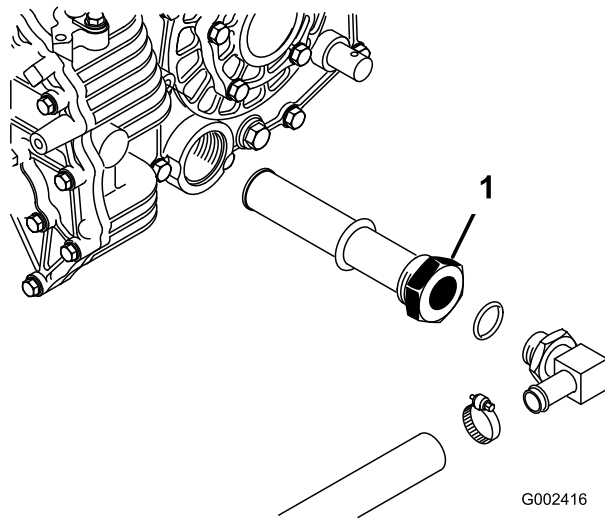

図 71
5. タンク側面のストレーナについている油圧ホースと90°フィッティングの向きを確認記憶する(図 71)。